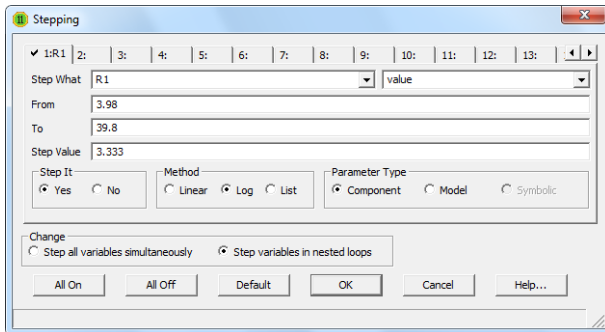
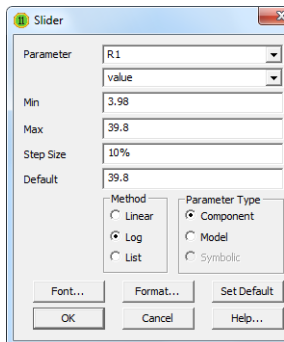
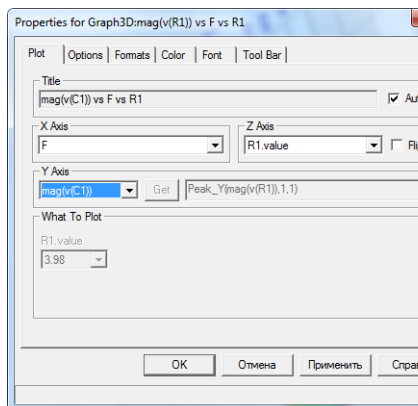

Рис. 2.3. Окно варьирования параметров
Рис. 2.4. Окно варьирования параметра через слайдер
Рис. 2.5. Окно построения трехмерного графика
согласно варианту), метода варьирования – логарифмический, шаг – 3,333, как указано на рис. 2.3.
2.8. Отключите варьирование параметров, нажав F11 и поставив галочку напротив **No** в **Step It** (рис. 2.3). Перезапустите анализ частотных характеристик (F2). Запустите варьирование параметров через слайдер – **AC**→**Slider**→**Add Slider...** В открывшемся окне (рис. 2.4) заполните ячейки по аналогии с предыдущим случаем (рис. 2.3).
2.10. Включите варьирование параметров, нажав F11 и поставив галочку напротив **Yes** в **Step It** (рис. 2.3). Включите построения трехмерного **D Window...** Заполните параметры согласно рис. 2.5. Переменную по оси Y выбирает преподаватель согласно варианту. Зарисуйте получившийся график.